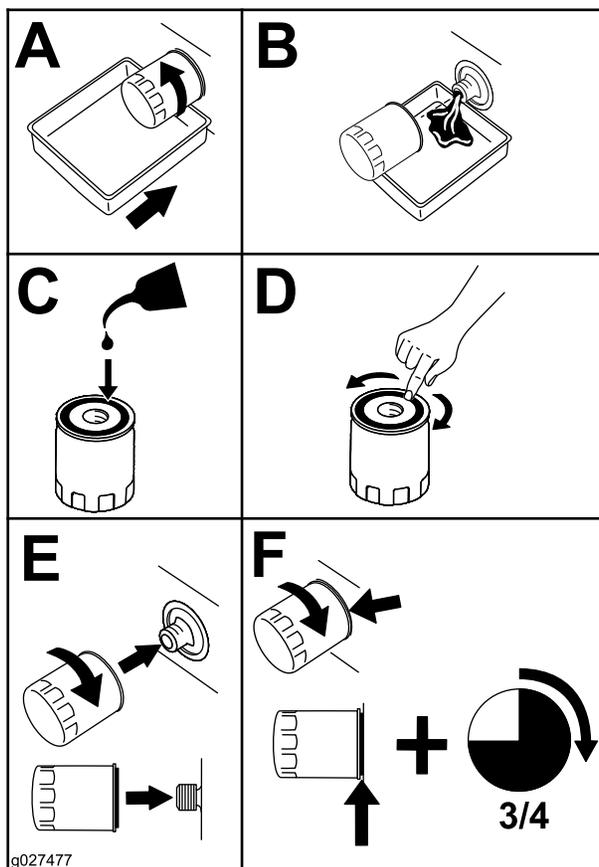

Figura 46
3. Substitua o filtro do óleo do motor (Figura 46).